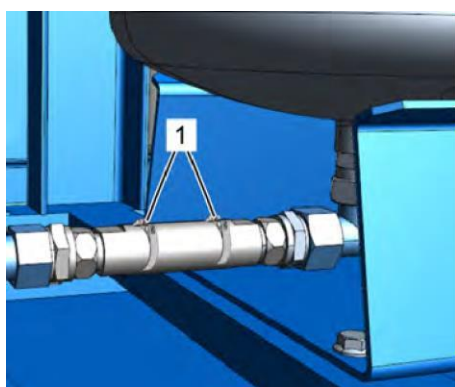

Рис. 53: Анод протекторной защиты
5. ➤ Отсоедините шланговые зажимы системы выравнивания потенциалов (Рис. 53/1).
10. ➤ Установите и прикрутите шланговые зажимы и кабель системы выравнивания потенциалов (Рис. 53/1).